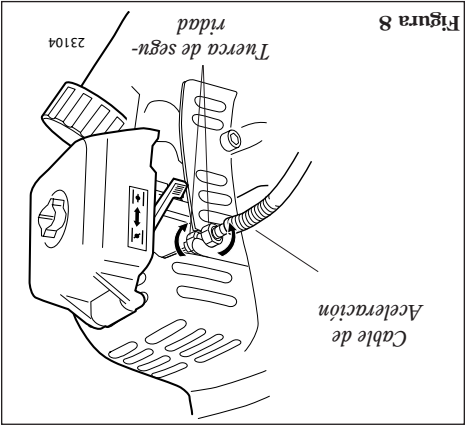

Figura 8
1. Aloje las tuercas trabadoras del cable de aceleración y ajuste hacia adentro o hacia afuera para lograr una holgura propia de 3/16-1/4 pulg (4,6 mm). Consulte la figura 8.